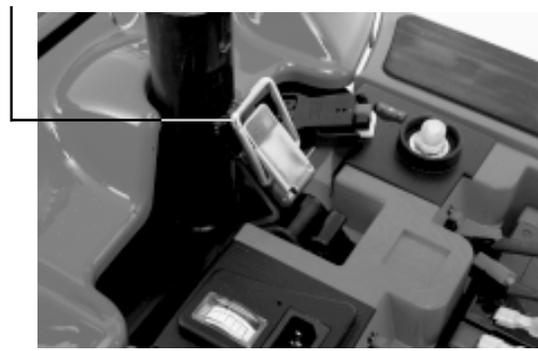

Abb. 19. Kniehebelverschluß
2. Kniehebelverschlußbügel über Kniehebelverschluß positionieren. Siehe Abb. 19.